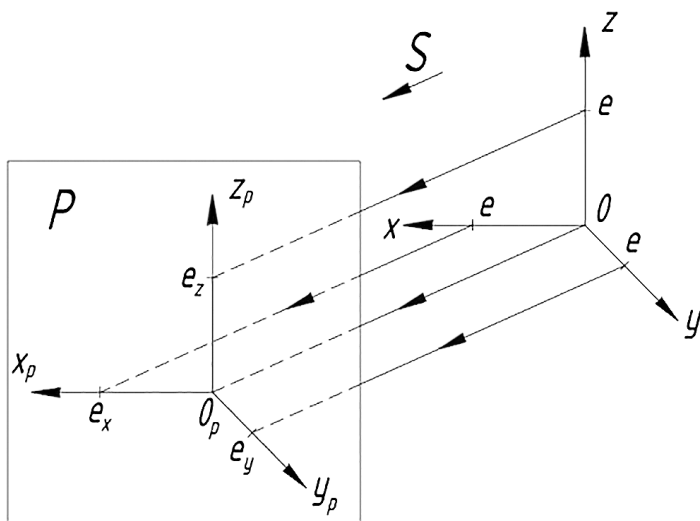

Рис. 23
*Коэффициент искажения.* На рис. 23 ниже изображена пространственная система ортогональных координат  $Ox, Oy, Oz$ , единичные отрезки  $e$  на осях координат и их проекции в направлении  $S$  на плоскость  $P$ . Отрезки  $e_x, e_y, e_z$  являются единицами измерения по аксонометрическим осям — аксонометрическими масштабами. Отношения  $k = e_x/e, m = e_y/e, n = e_z/e$  называются коэффициентами искажения по аксонометрическим осям.